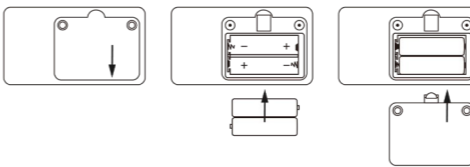

Figure 3. Installation des piles
A. Se reporter à la figure 3. Utilisez un tournevis pour dévisser les deux vis du compartiment à piles situé à l'arrière du produit et ouvrez le couvercle arrière du compartiment à piles.